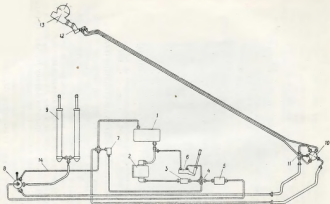

Рис. 56. Гидравлическая система конвейера АТ-2:
Гидравлическая система (см. рис. 56) работает следующим образом: из гидробака 1 гидрожидкость отсасывается гидравлическим насосом 2 и через обратный клапан 3 по трубопроводу 14 подается к крану 8 управления подъемом транспортера. Переключением крана 8 гидрожидкость может быть направлена к цилиндрам подъема транспортера 9, в этом случае произойдет подъем транспортера. При переключении крана 8 в другое крайнее положение гидрожидкость будет направлена к крану 10. Кран 10 имеет три положения; среднее положение нейтральное, т. е. положение «Стоп». Два крайних положения направляют гидрожидкость в гидромотор 12. Гидромотор имеет реверсивное вращение и в зависимости, в какой штуцер будет подаваться гидрожидкость, вращение его будет на подъем или на спуск.
5. Произвести подъем транспортера от ручного насоса. Для этого поставить ручку крана 8 (см. рис. 56) в положение «Подъем» и, работая насосом 6, поднять транспортер на максимальную высоту. Установить ручку крана 8 в положение «Спуск», спустить транспортер в нижнее—транспортное положение. Транспортер должен опускаться плавно, без рывков, под собственным весом.